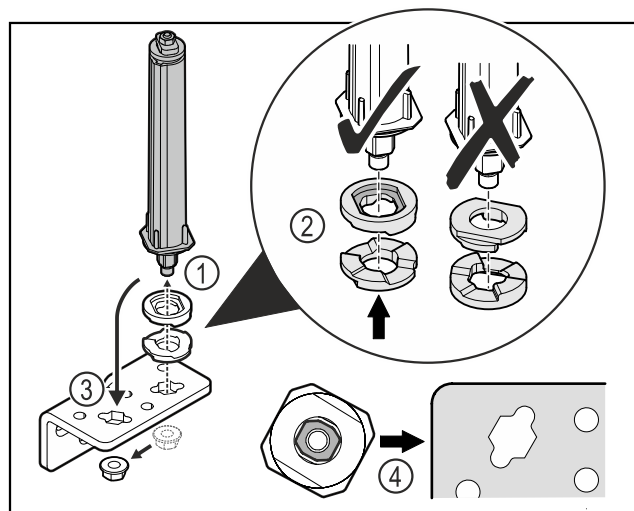

Fig. 42
- ▶ Отпустите гайку и демонтируйте систему закрытия двери Fig. 42 (1).
- ▶ Учитывайте правильность выравнивания шайб для регулировки высоты Fig. 42 (2).
- ▶ Переставьте систему закрытия двери в шарнирном уголке и зафиксируйте гайкой Fig. 42 (3).
- ▶ При установке учитывайте правильность выравнивания системы закрытия двери Fig. 42 (4).